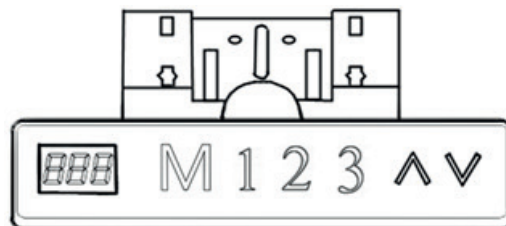

Imagen 3: Panel de mandos
E. Para memorizar, después de mantener pulsado el botón «ARRIBA» y «ABAJO» hasta alcanzar la altura deseada, pulse el botón «M» y, a continuación, pulse el botón «1». Esta altura se memorizará en la tecla «1». Mantenga pulsado el botón «ARRIBA» y «ABAJO» hasta llegar a otra altura deseada, pulse el botón «M» y, a continuación, pulse el botón «2». Esta altura se memorizará en la tecla «2». De la misma forma, el botón «3» puede memorizar otras alturas. Después de finalizar el proceso de memorización, pulse los botones 1, 2 o 3 y el escritorio se alineará a la altura memorizada. (Consulte la imagen 3)